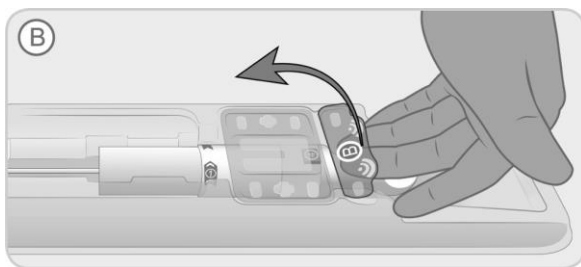

Bild 3. Avlägsna det avtagbara bricklocket.
- B. Dra av det lilla avtagbara bricklocket (märkt med ett "B" på brickan) genom att lyfta fliken enligt Bild 3 tills du har avlägsnat locket helt.